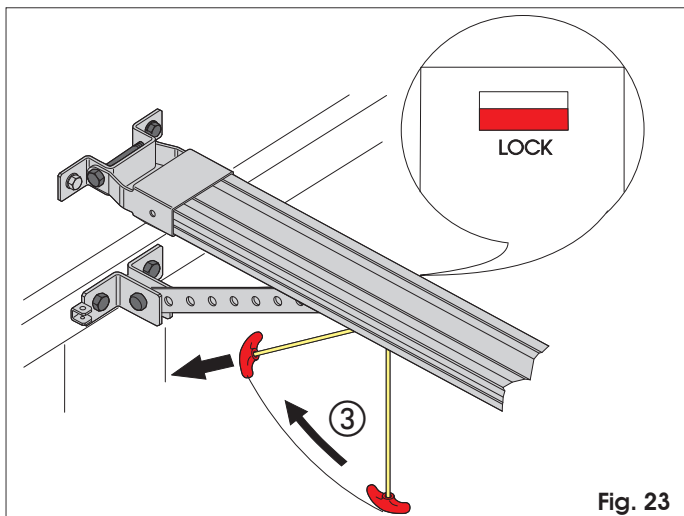

Fig. 23
- 3) Tirare la maniglia di sblocco orizzontalmente in direzione della porta (Fig. 23). Controllare che, al rilascio della maniglia, la finestrella LOCK posta sotto al carrello sia di colore rosso. Muovere manualmente la porta fino a ritrovare il punto di aggancio del carrello.